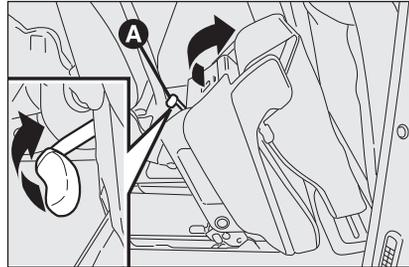

fig. 24
- agire sulla maniglia **A**-fig. 24 ed accompagnare in avanti il sedile, come illustrato in figura;